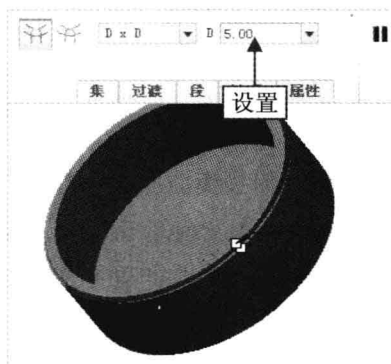

图 10-69 设置参数
Step 02 弹出“边倒角”选项卡，在绘图区选择合适的边线，并设置倒角距离值为 5，如图 10-69 所示。